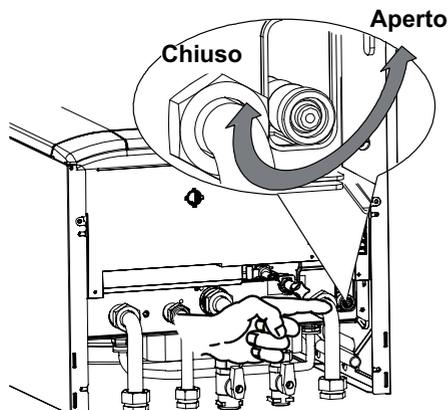

Figura 9.4
- Allentare il rubinetto di svuotamento caldaia indicato in Figura 9.4.